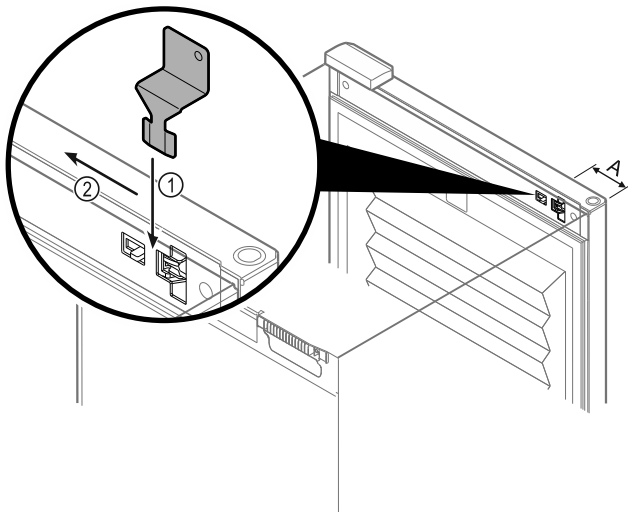

Fig. 133
- ▶ Розмістити ключ аварійного розблокування на заданому місці Fig. 133 (A) ≈ 100 мм.
- ▶ Вставити ключ аварійного розблокування між дверми та корпусом пристрою зверху до упору Fig. 133 (1).
- ▶ Потягнути ключ аварійного розблокування у напрямку сторони шарніра Fig. 133 (2).